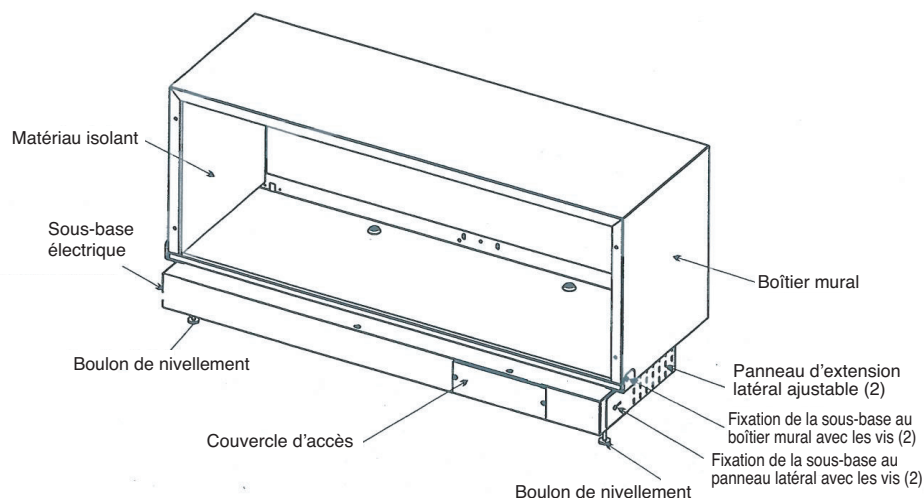

Figure 4
7. Fixez la sous-base au boîtier mural. La sous-base est dotée de languettes latérales pour l'installation au boîtier. Veillez à ce que le trou sur la languette latérale soit aligné au trou percé au préalable sur le côté du boîtier. Une fois les trous alignés, fixez la sous-base au boîtier en insérant une vis de chaque côté. Voir la Figure 4.